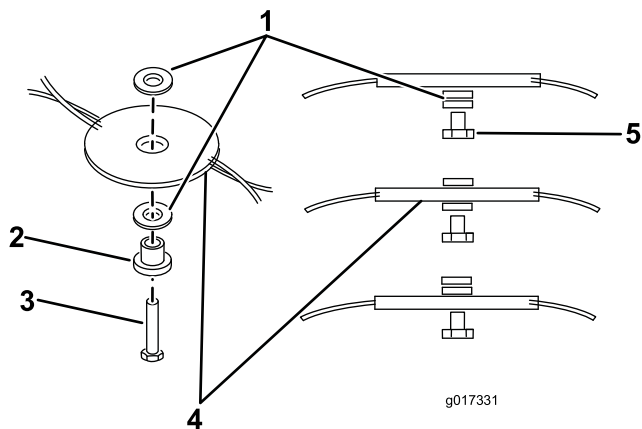
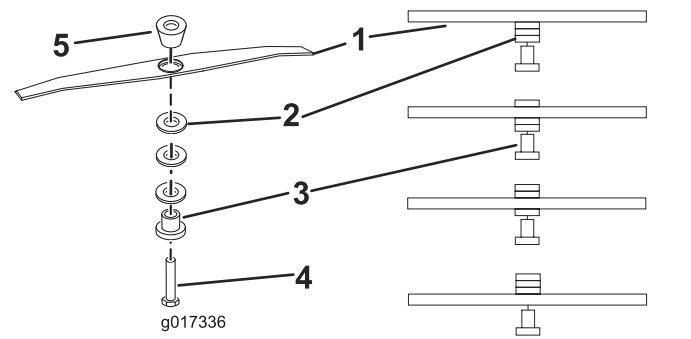

Figura 13
Figura 14
4. **Indossate i guanti protettivi**, rimuovete il flexiblade/la barra di taglio (Figura 14, Figura 13).
6. Riposizionate i distanziali all'altezza prevista e reinstallate il flexiblade/la barra di taglio (Figura 14, Figura 13).